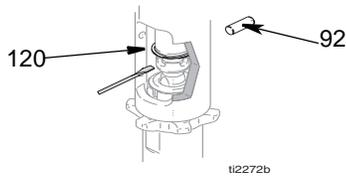
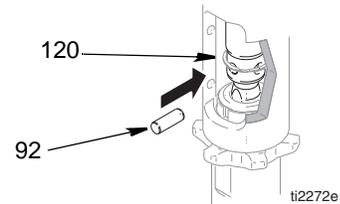

图 8
图 11
4. (图 8) 将锁紧环 (120) 向上推，然后将销针 (92) 推出。
2. (图 11) 缓慢拉发动机的起绳，直到泵活塞柱销针孔与液压杆孔对准。图 8。将销针 (92) 推入孔内。将锁紧环 (120) 推入凹槽。